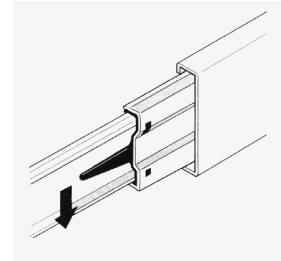
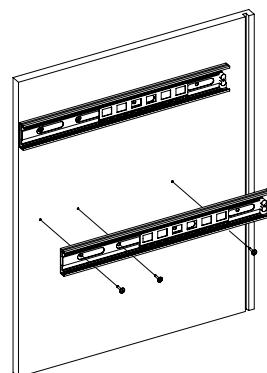

Рис.3
Рис.4
- Отсоедините от основания телескопических направляющих внутренние планки, отогнув пластиковый рычажок фиксатора (Рис.3). Основания телескопических направляющих закрепите на деталях 1 и 2 шурупами 3,5x16 (Рис. 4).